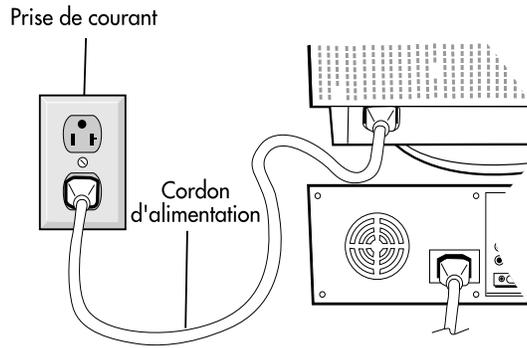

Figure C.1
**NEC-Mitsubishi Electronics Display of America, Inc. au (800) 632-4662.**
5. Connecter une extrémité du cordon d'alimentation au moniteur et l'autre extrémité à la prise de courant (**Figure C.1**).